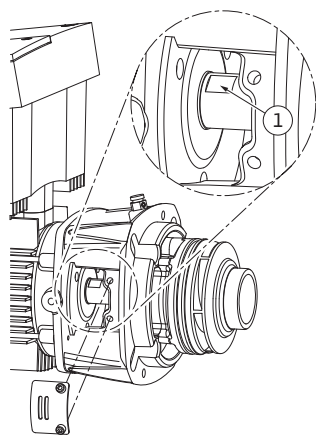

Fig. 51: Поверхности под ключ на валу
- В окно промежуточного корпуса ввести гаечный ключ (оптимальный размер: 22) и зафиксировать им вал на соответствующих поверхностях (Fig. 51, поз. 1). Открутить гайку рабочего колеса (Fig. 7, поз. 15). Рабочее колесо (Fig. 7, поз. 16) автоматически снимается с вала.
24. При монтаже рабочего колеса в окно промежуточного корпуса ввести гаечный ключ (оптимальный размер: 22) и зафиксировать им вал на соответствующих поверхностях (Fig. 51, поз. 1).